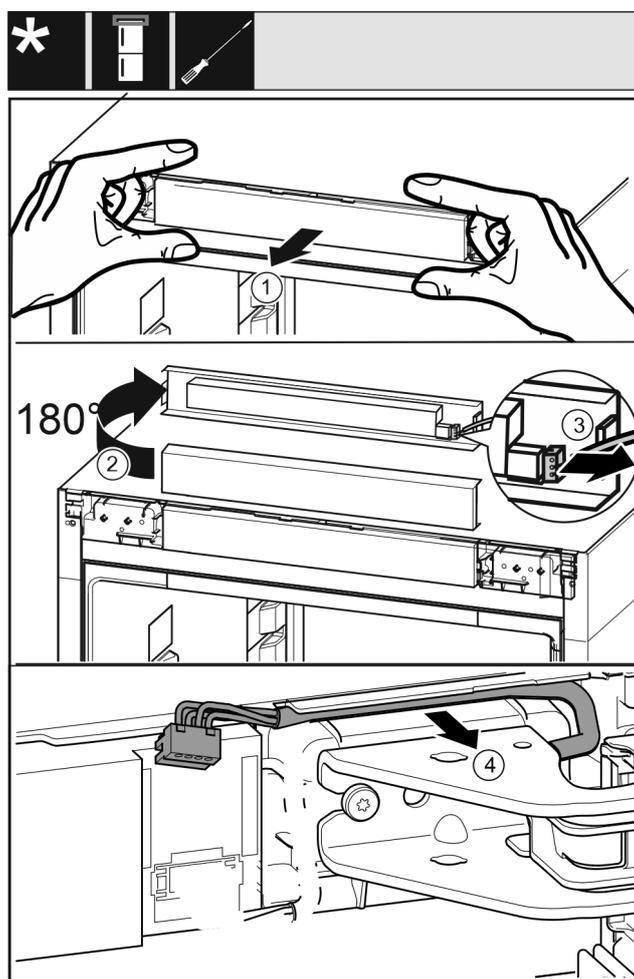

Fig. 19
- ▶ Løsne betjeningsdekelet til apparatet forsiktig fremover. Fig. 19 (1)
- ▶ Vri betjeningsdekelet oppover 180°. Fig. 19 (2)
- ▶ Trykk låsetappen bakover, og trykk pluggen forsiktig ut. Fig. 19 (3)
- ▶ Løsne kabelen over lagerbukken forsiktig ut av føringen. Fig. 19 (4)